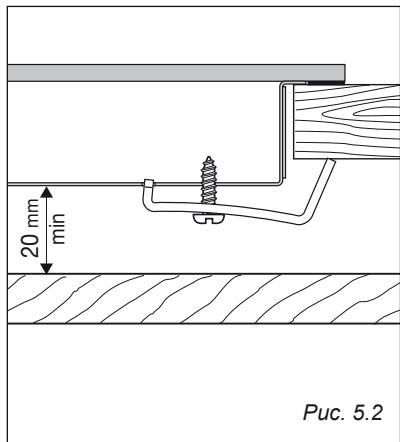

Рис. 5.2
- **ПРИМЕЧАНИЕ:** Минимальное расстояние между перегородкой и основанием варочной поверхности составляет 2 см (Рис. 5.2).